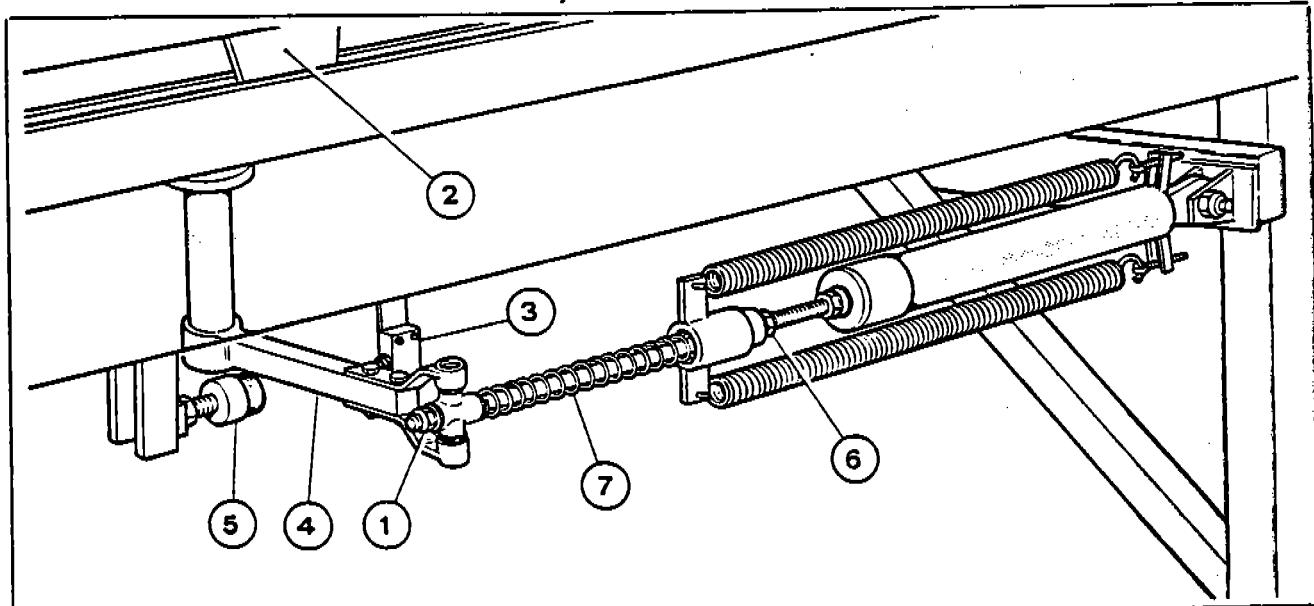

Fig. 50
- Agendo sul dado (1-Fig. 50), regolare la massima apertura delle ganasce, cilindro tutto chiuso, in modo da consentire il passaggio libero delle lame bloccaggio convoglio (2-Fig. 50): gioco consigliato 4 mm (2 + 2).
Dopo detta regolazione, posizionare il microinterruttore (3-Fig. 50) in modo che sia azionato dalla leva (4-Fig. 50).
- Controllare la luce esistente tra i ferodi delle ganasce. Questa deve corrispondere a circa 2 mm in meno dello spessore della lama (2-Fig. 50) di bloccaggio convoglio. Se necessario, regolare il tamponi (5-Fig. 50) fino ad ottenere la giusta regolazione.
4) Se dopo aver eseguito le operazioni ai punti 1), 2), 3) la frenata risultasse insufficiente aumentare il tempo di frenata come descritto al punto 2.2.2. g). Se necessario agire sulla molla di regolazione pressione di frenata tramite i dadi (6-Fig. 50).
**A** Verificare che a freno completamente chiuso, con convoglio in stazione, la molla (7-Fig. 50) non sia completamente compressa ma che ci sia della luce tra spina e spina in modo da evitare lo snervamento della molla stessa.